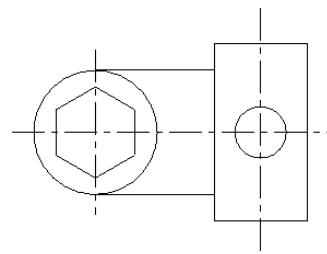

图 3-67 绘制切线
- ④ 根据系统提示，移动光标捕捉切线与矩形的交点，并单击鼠标左键，再单击“确定”按钮 \checkmark ，结果如图 3-67 所示。